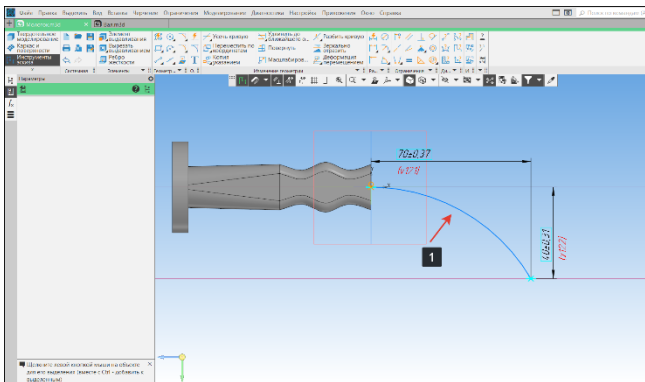
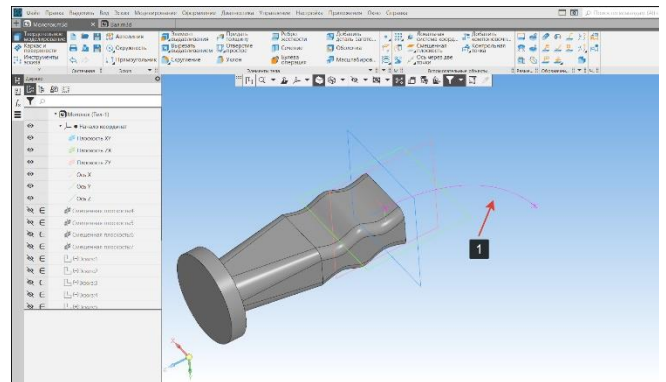

Рисунок 154 – Усеченная кривая
Рисунок 155 – Траектория элемента по сечениям
- На Рисунок 154 показана часть окружности, которая получится после усечения кривой. После закрытия эскиза в графической части модели розовым цветом отобразится траектория и точка на конце кривой (1) (Рисунок 155).